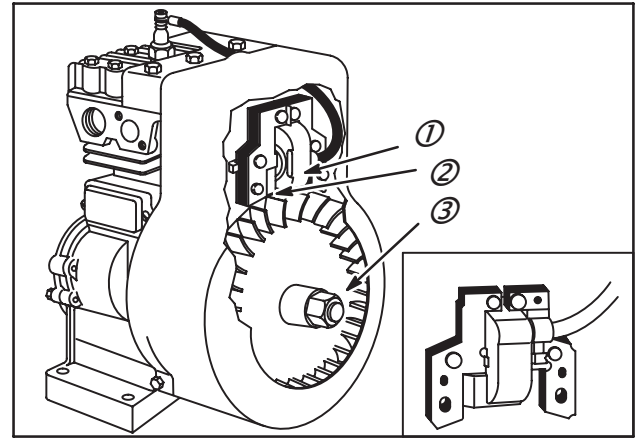

Fig. 1
1. Allumage Magneton®, un module transistorisé (2) inclus dans la bobine (1) et un volant magnétique (3), Fig. 1. Vue détaillée : Modèle actuel.